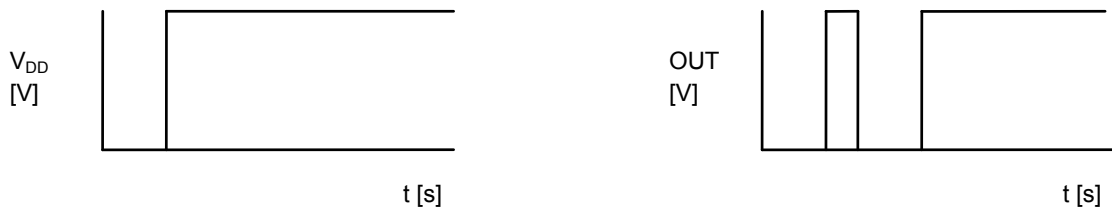

図32
**備考** 電源が急峻に立ち上がったときは、図32のようにIC不定領域特性 (ICの最低動作電圧以下では、出力電圧は不定になる) により、一瞬 "H" となる場合があります。